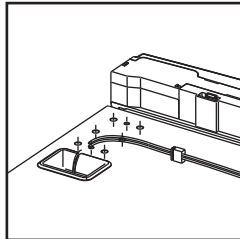

Рисунок 19
11. Зафиксируйте последнюю пластиковую панель сверху и включите электропитание (рис. 19).